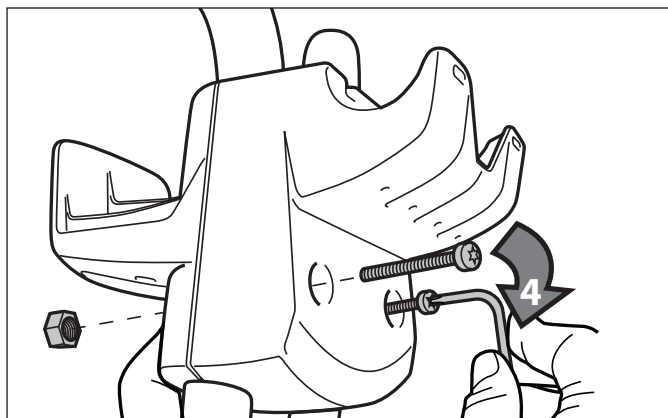

Figure 4. Fixer correctement les crochets
- Fixer solidement le crochet de l'unité de commande à l'aide de deux (2) boulons et de deux (2) écrous, puis serrer avec la clé Torx. Se référer à la Figure 4.